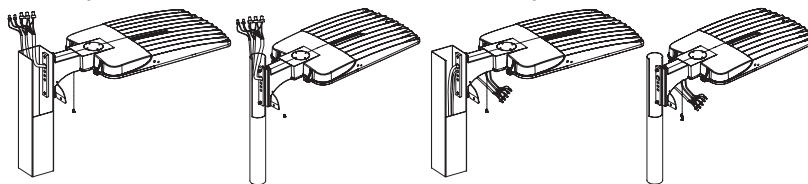

Figure 5
4. Lors de l'installation sur un poteau carré/ronde, alignez les trous du support PM et du poteau. Faites passer les vis de fixation dans les deux trous. Placez la barre de métal à l'intérieur du poteau pour fixer les vis de fixation. ATTENTION : Lors de l'installation sur un poteau rond, retirez le joint en caoutchouc, comme illustré à la Figure 5.
5. Faites passer les fils d'entrée CA de l'appareil à travers le poteau. Tirez-les avec les fils du poteau pour la connexion selon la Figure 5. Faites passer les fils du poteau dans le support PM. Tirez-les avec le fil CA du luminaire de la boîte de connexion. Connectez les fils d'entrée CA du luminaire aux fils du poteau avec des connecteurs. L à L (noir), N à N (blanc), PE à PE (vert). Si vous devez connecter des fils de gradation du poteau au luminaire, veuillez ajouter des connecteurs pour brancher Dim+ (violet) à Dim+ (violet) Dim- (rose) à Dim- (rose).